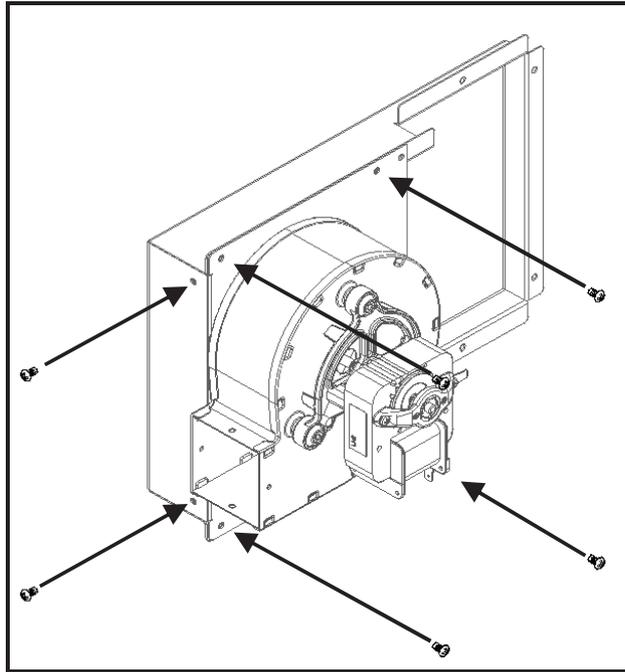

Figura 124 - Fijación del soporte con el ventilador
c) Atornille el conjunto de la Figura 124 en la face lateral de la cámara de combustión usando 6 tornillos **A** (DIN 7981 FA 4,2x13) en los orificios preparados.